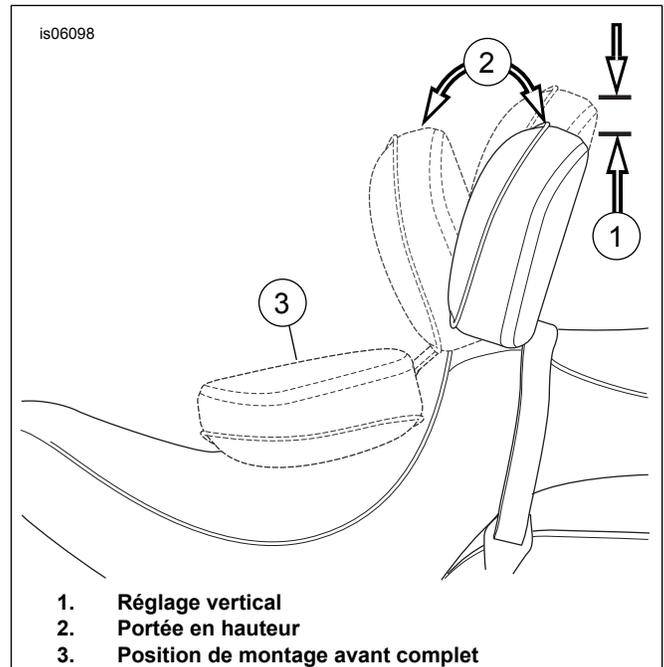

Figure 13. Positions du dossier
- Voir Figure 13 . Une fois le dossier et l'assise en place, poussez le dossier vers l'avant jusqu'à sa position maximale (3). Le mécanisme du dossier va venir appuyer contre la face inférieure de la selle et contre le protège-selle qui a été inséré.
1. Voir Figure 13 . La poignée de réglage est utilisée pour déplacer le coussin du dossier dans les positions vers l'avant et vers l'arrière.
2. Afin d'ajuster le coussin du dossier vers l'avant ou vers l'arrière (2), pousser la poignée. Appuyer contre le coussin du dossier pour faciliter le réglage arrière. En évitant de faire pression sur le coussin du dossier, mais en appuyant sur la poignée, le dossier viendra se placer à sa position avant maximale. Relâcher la poignée pour verrouiller le dossier en place.
3. Pour régler le coussin du dossier vers le haut et vers le bas (1), tirez le bouton à l'arrière du coussin. Soulevez et abaissez le dossier dans la position souhaitée, puis le relâcher lorsque le coussin est dans la position désirée.